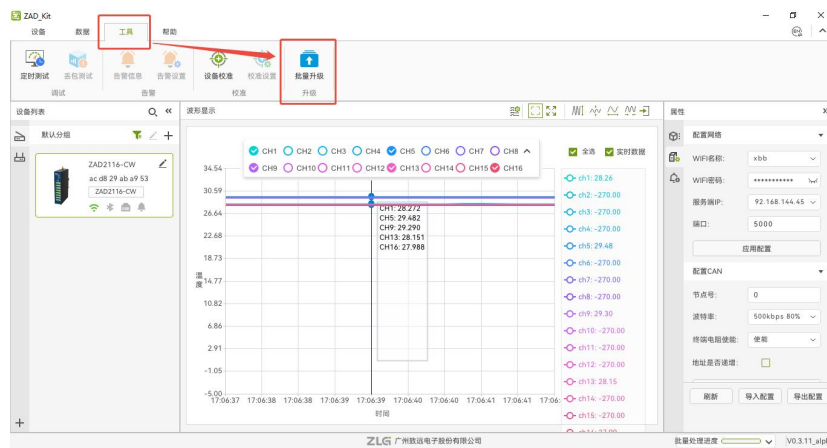

图 4.14 批量升级功能
- 步骤 1：在工具栏点击“批量升级”，如图 4.14 所示；